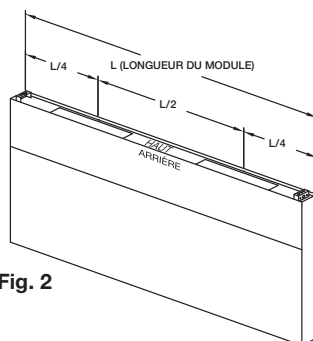

Fig. 2
3. Si le plénum d'apport arrière doit avoir deux ouvertures, découper les ouvertures de manière à les centrer au quart de la longueur ($L/4$) de l'extrémité du plénum. (Fig. 2)